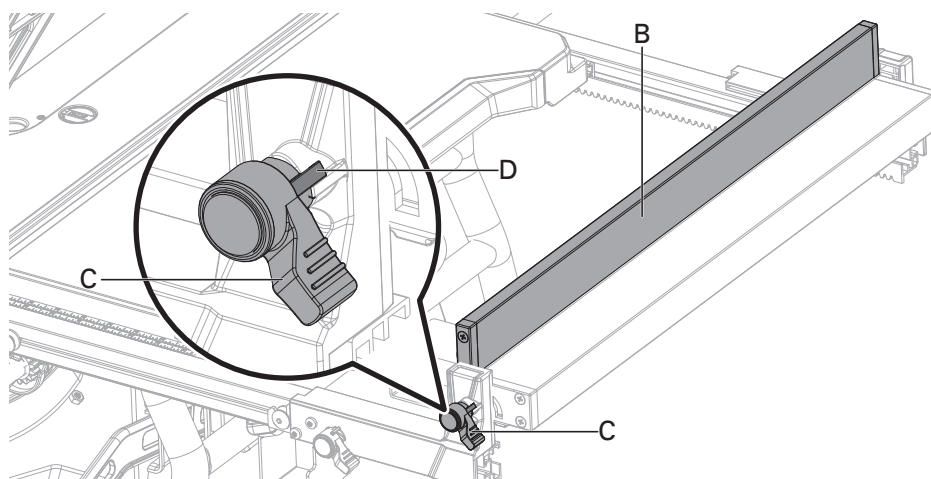

Fig. 20c
Pour verrouiller le guide étroit (B), tournez le levier de verrouillage (C) comme illustré à la Fig.20c jusqu'à ce qu'il appuie contre la nervure (D).
Ensemble du garde secondaire (Fig. 20c-20e)
- Faire pivoter le guide étroit en position comme indiqué en Fig. 20c.